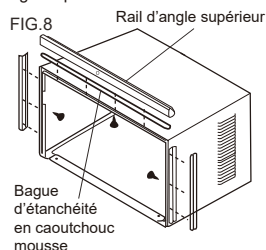

FIG.8
2. De l'intérieur du cabinet insérez trois 5/16" vis pour attacher chaque languette de retenue latérale comme illustré dans la Fig. 8. Fixez les languettes de retenue latérales avec le côté plat contre le boîtier et le bord incliné vers l'arrière du boîtier.